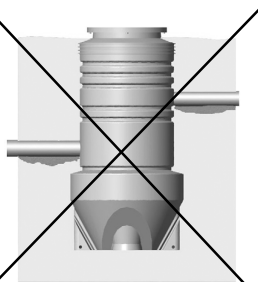

Fig. 18 Utilstrækkelig komprimering under rør
*Komprimér tilbagefyldet under indløbs- og udløbsrør så de ikke bliver udsat for belastning, når tilbagefyldet sætter sig. Se fig. 18.*